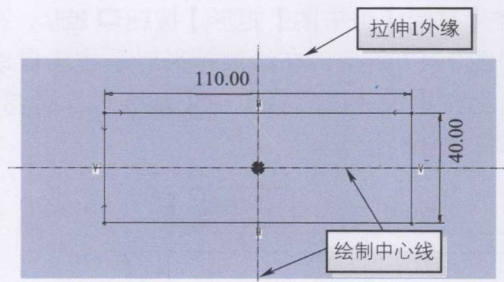

图 1-22 绘制端口截面
4) 单击【草绘】组中的【矩形】按钮 矩形，在界面中绘制长 110.00、宽 40.00 的矩形，并关于中心线对称，如图 1-22 所示。